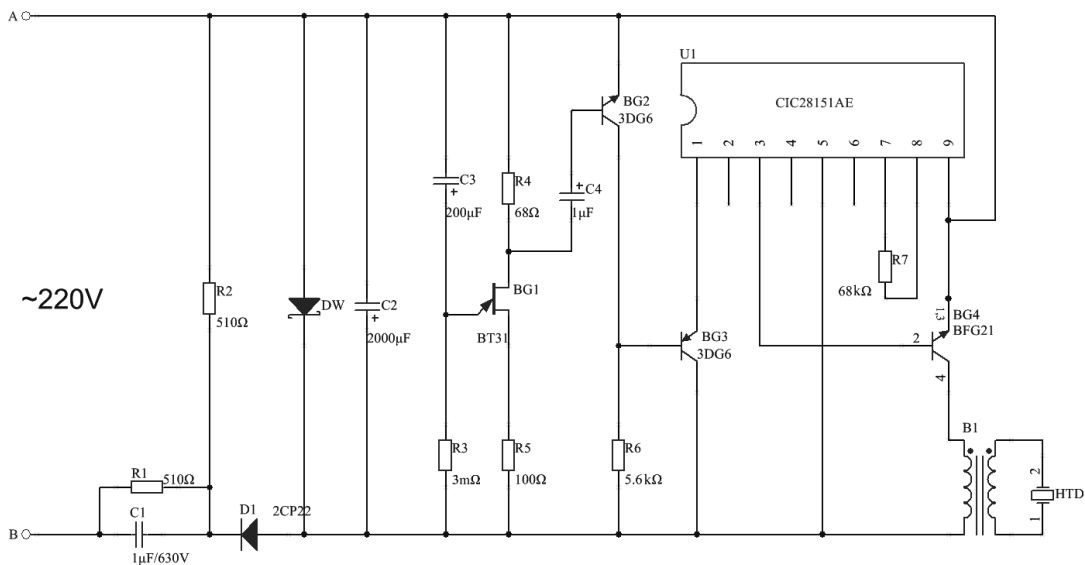

图 4-51 放置电源
2) 将电源端口放置在左侧导线端，同样的方法放置电源端口“B”，结果如图 4-51 所示。